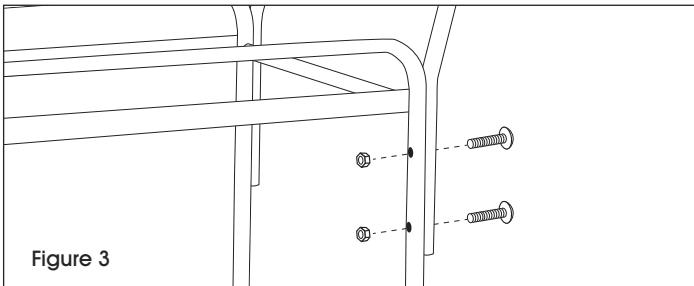

Figure 3
**REMARQUE :** Vous pouvez identifier le devant de la structure par l'absence de trous de montage destinés à l'installation de la poignée. (Voir Figure 3)
1. Placez le chariot à la verticale et fixez les deux côtés de la poignée à l'arrière du chariot à l'aide de boulons et d'écrous. (Voir Figure 3)